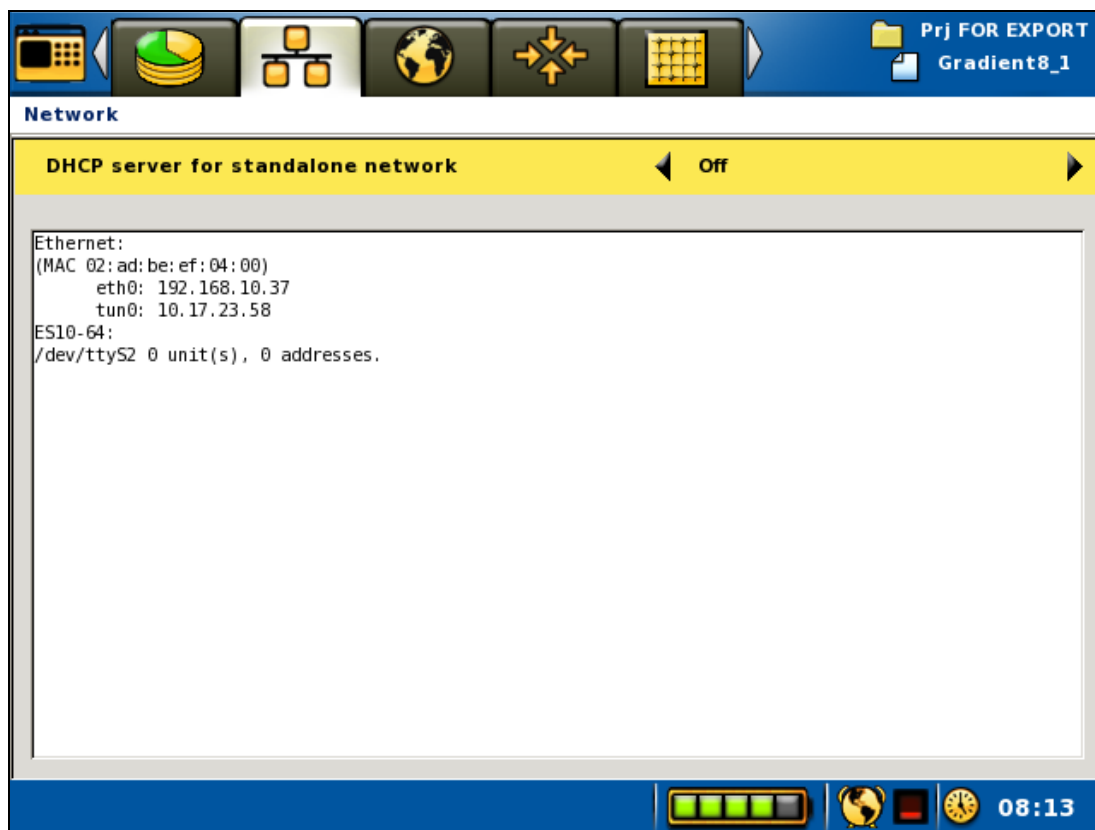

Figura 29. Vista del estado de Red Network status view
- **Delete:** Un dialogo de confirmación se muestra y la *Tarea* se borrará si el usuario confirma su eliminación (Figura 29).